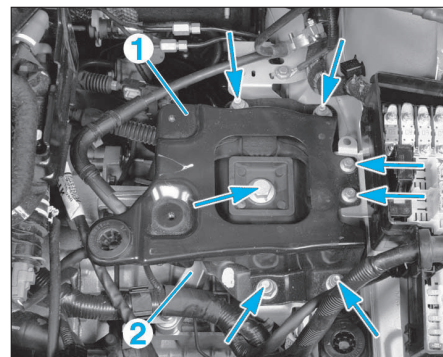

FIG. 5
- Par le dessus, déposer (Fig.5) :
- la partie supérieure (1) du support de boîte de vitesses (flèches).
- la partie inférieure (2) du support de boîte de vitesses.